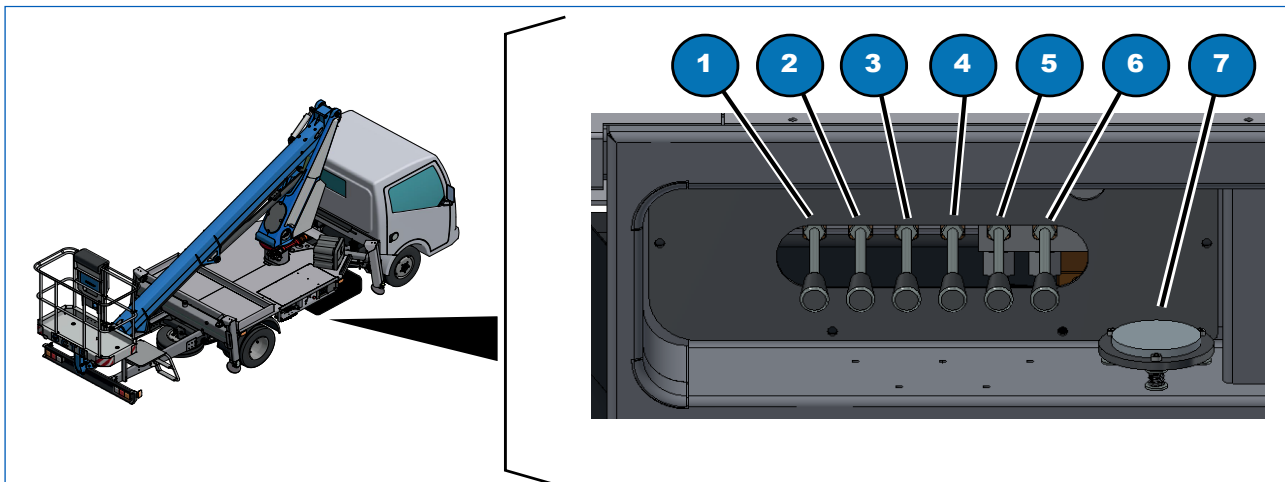

Fig. 6.3
- Faire descendre les poutres des stabilisateurs en actionnant les leviers en alternance (Fig. 6.3, 5 et 6). En les actionnant vers le bas, on obtient l'extension des poutres et vers le haut, on les fait rentrer.
- Faire descendre les stabilisateurs en actionnant les leviers en alternance (Fig. 6.3, 1, 2, 3 et 4). En les actionnant vers le bas pour faire sortir les stabilisateurs et vers le haut pour les faire rentrer. Faire sortir complètement les stabilisateurs afin de soulever le porteur et libérer complètement les suspensions ;
- Observer le niveau à bulle (Fig. 6.3, 7) situé sous les commandes des stabilisateurs et mettre parfaitement à niveau le porteur en actionnant les leviers des stabilisateurs de façon appropriée. La machine est parfaitement à niveau lorsque la bulle d'air qui se trouve à l'intérieur de l'indicateur est dans la zone centrale (0°) ;
- Contrôler que les voyants sont allumés (Fig. 6.3, 1, 2, 3 et 4), ils indiquent qu'il est possible de hausser le bras.
**L'allumage du voyant n'indique pas la stabilisation correcte du porteur qui est uniquement déterminée par le niveau à bulle (Fig. 6.3, 7).**
- faire rentrer les stabilisateurs en fin de course en actionnant alternativement les leviers (Fig. 6.3, 1, 2, 3 et 4) ; faire rentrer les poutres en fin de course en actionnant alternativement les leviers (Fig. 6.3, 5) ;